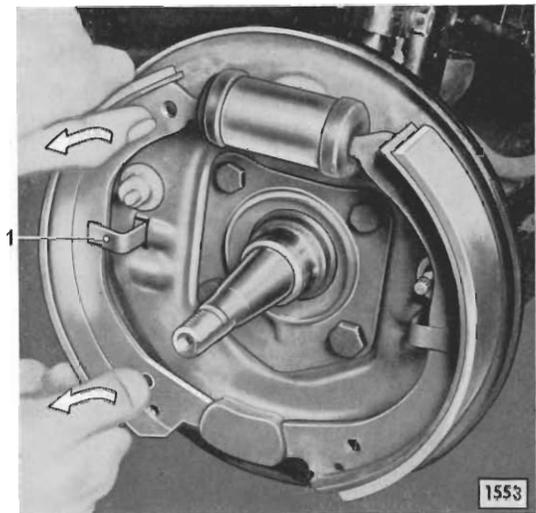

Bild 13 - Bremsbacke von Haltefeder und Bremsträgerplatte abziehen
4. Beide Bremsbacken von Bremsträgerplatte seitlich nach außen wegschwenken – Pfeilrichtung (Bild 13) – und von Haltefedern (13/1) und Bremsträgerplatte abziehen.